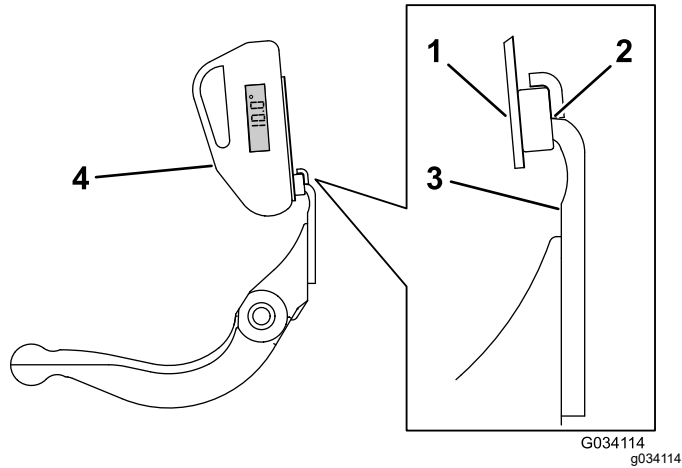

Figura 28
3. Coloque o suporte do indicador do ângulo na extremidade da lâmina de corte de modo a que a extremidade do íman coincida com a extremidade da lâmina de corte (Figura 28).
4. Coloque o indicador do ângulo no suporte, como se mostra na Figura 28.